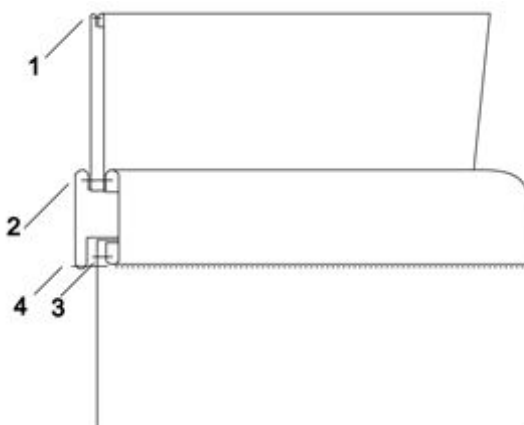

Рисунок 1
8. Сложить верхний и нижний воротники лицевыми сторонами внутрь, обтачать по отлету со стороны нижнего, припосаживая ткань в углах. Припуск обтачивания со стороны нижнего воротника подрезать до 0,3 см. (рис. 1, стр. 1).
12. Детали стойки сложить лицевыми сторонами внутрь, уравнивая по округлым срезам. Между стойками вложить готовый воротник и сметать уравнивая все четыре среза (2 стойки и 2 воротника) и соблюдая контрольные знаки. Проложить машинную строчку одновременно обтачивая углы стойки (рис.1, стр.2).